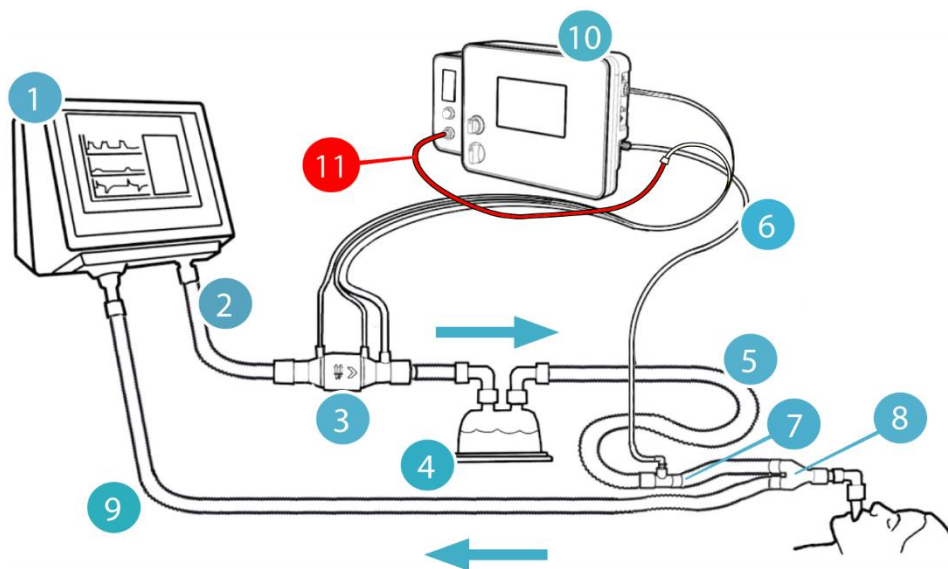

Figura 8-6: Configuración del sistema *NOxBOX_i* para uso durante el respaldo de emergencia
4. Desconecte la línea de dosis de NO del sistema NOxBOX_i. Conecte el extremo del conector del tubo de NOXKIT-EMER a la línea de dosis de NO; consulte la Figura 8-6.